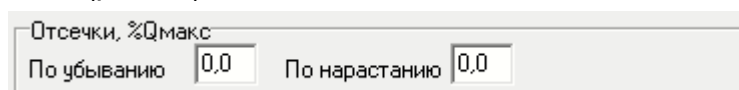

Рис.22. Вид области «Отсечки, %Qмакс».
3.3.2. В расходомере предусмотрена возможность установки отсечек снизу при изменении расхода **По нарастанию** и **По убыванию**. Параметры содержатся во вкладке **Основные параметры** в области **Отсечки, %Qмакс** (рис.22)